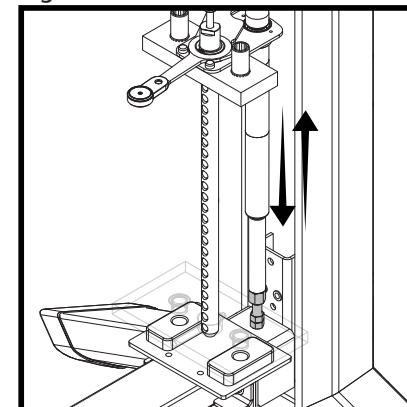

Figura 8-4
4 - Regule a altura do peso fracionado (N) até conseguir selecionar com a alavanca destacada (Figura 8-4).